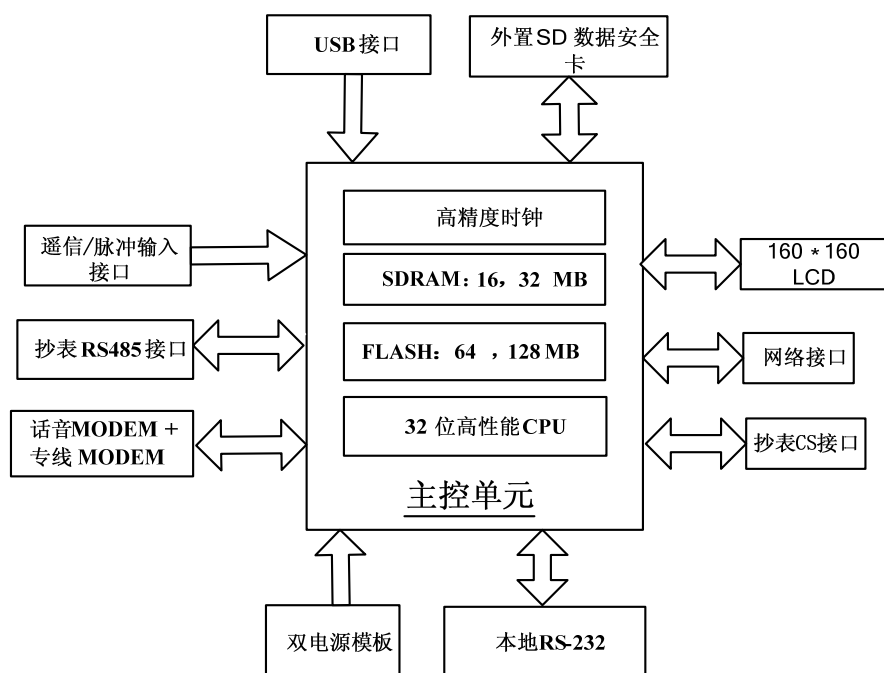

图 1-4 电路原理框图
WFET-3000 终端主要由具有独立功能的各类电路子板及框架式机壳组合而成；各子板通过 PCI 或欧式板间连接器连接到一块总线底板上；子板分为：①RS-485 通信板（4 路 RS-485 通道，占用第 3、第 4 槽位）、②MODEM 通信板（1 路语音拨号 MODEM+1 路模拟专线 MODEM 或双路语音拨号 MODEM 或双路模拟专线 MODEM，占用第 5、第 6 槽位）、③电流环（CS）采集板（4 路 CS 接口，占用第 7、第 8 槽位）、④脉冲采集板（16 路有源开关或脉冲量，占用第 7、第 8 槽位）、⑤主控板（CPU 板，占用第 2 槽位）、⑥显示与键盘板、⑦总线底板、⑧本机电源板（占用第 10 槽位）。其中①②③④均可分别扩充两块相同的子板（其中③和④共同占用两个槽位，最多可配置为：两块③，或两块④，或者一块③和一块④）。其原理框图如图 1-4：